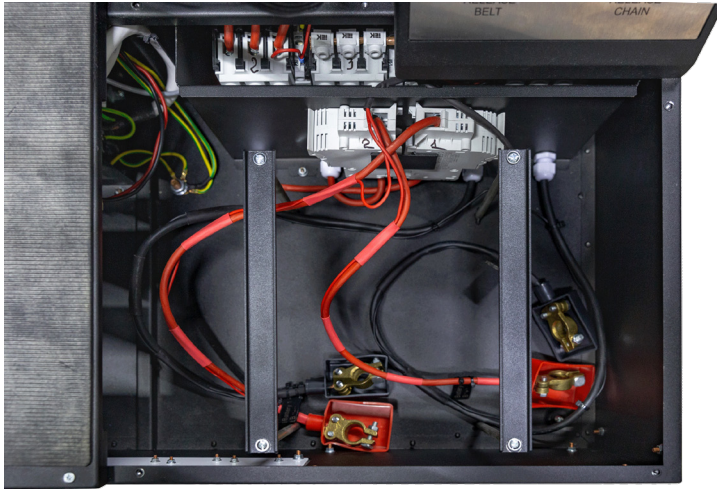

Рисунок 10. Місце для розміщення акумуляторів у стенді
- 1) Акумуляторні батареї (АКБ) 12В, які необхідно розташувати в акумуляторному відсіку стенда (рис. 10). Для відчинення лівих дверей використовуйте ключі (поставляються в комплекті). Під час під'єднання АКБ слід дотримуватися маркування на силових кабелях. Якщо під'єднати тільки одну АКБ (АКБ1 або АКБ2), то доступний буде тільки 12 В режим діагностики, режим 24 В і 48 В буде недоступний.